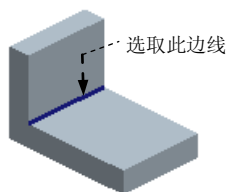
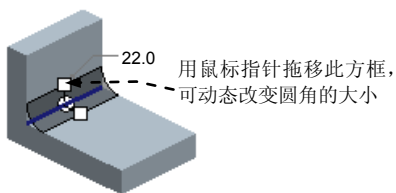

图 5.13.3 选取圆角边线
图 5.13.4 调整圆角的大小
Step3. 选取圆角放置参照。在图 5.13.3 中的模型上选取要倒圆角的边线，此时模型的显示状态如图 5.13.4 所示。